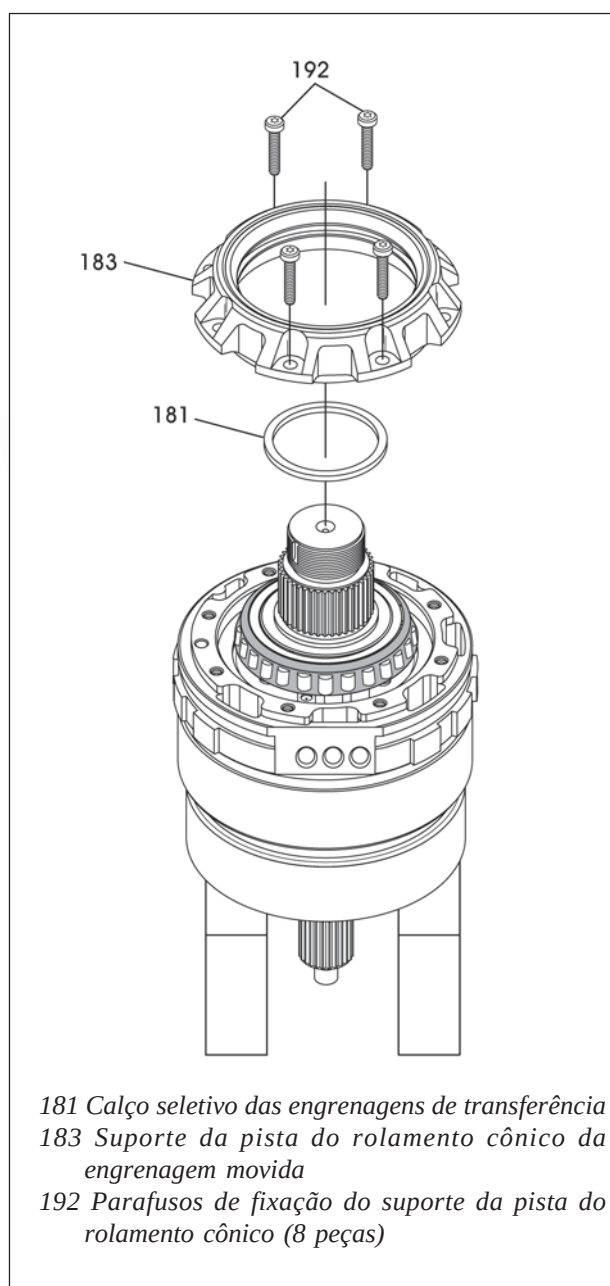

Figura 128
5. Gire o conjunto novamente sobre os blocos e remova os 4 parafusos remanescentes de fixação do suporte da pista do rolamento cônico, conforme mostra a figura 128.
6. Remova o suporte da pista do rolamento cônico e o calço seletivo da engrenagem de transferência, conforme indicado pela mesma figura 128.